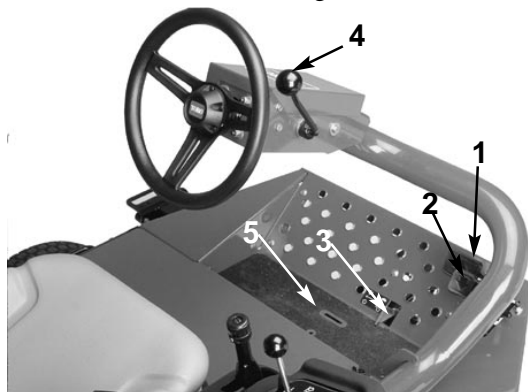

Figure 7
**Pédales de déplacement** (Fig. 7)—Appuyer sur la pédale de déplacement/marche AV pour avancer. Appuyer sur la pédale de déplacement/marche AR pour se déplacer en marche arrière ou faciliter l'arrêt de la machine en marche AV. Laisser la pédale revenir à la position point mort pour arrêter la machine.
**Sélecteur de tonte/transport** (Fig. 7)—A l'aide du talon, déplacer le sélecteur vers la gauche pour déplacer la machine ou vers la droite pour procéder à la tonte. Les unités de coupe ne fonctionnent que lorsque la position de tonte est sélectionnée.
**Levier d'inclinaison du volant** (Fig. 7)—Tirer le levier en arrière pour régler l'inclinaison du volant. Le repousser vers l'avant pour bloquer le volant en position.